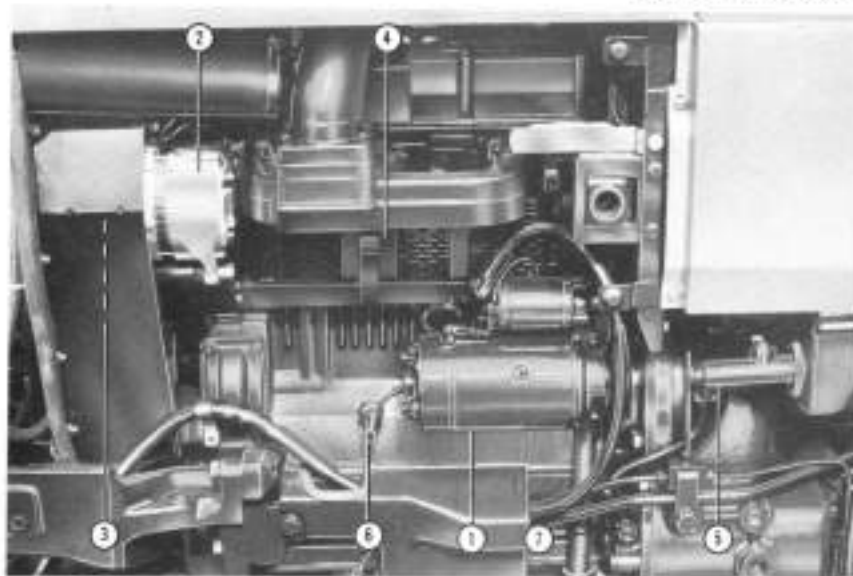

Fig. 20
**Toutes les 50 heures:** contrôler la courroie du ventilateur (3 fig. 20). Vérifier que la tension de la courroie soit correcte en appuyant d'un doigt sur le milieu de la partie la plus longue de façon à déterminer une flexion d'environ 20 mm. En cas de réglage, déposer l'alternateur après avoir desserré les deux boulons de fixation.
Pour nettoyer les ailettes des cylindres, éliminer les dépôts et les incrustations à l'aide d'un crochet ou d'un racloir et ensuite au moyen de l'air comprimé, après avoir déposé le convoyeur de la manière précédemment décrite et les déflecteurs arrière (4 fig. 20) en desserrant les vis correspondantes.
### Alternateur (2 fig. 20)
### **Démarrreur** (1 fig. 20)
après avoir enlevé le capuchon de protection, dévisser légèrement et resserer immédiatement après le clapet de purge (9 fig. 20).